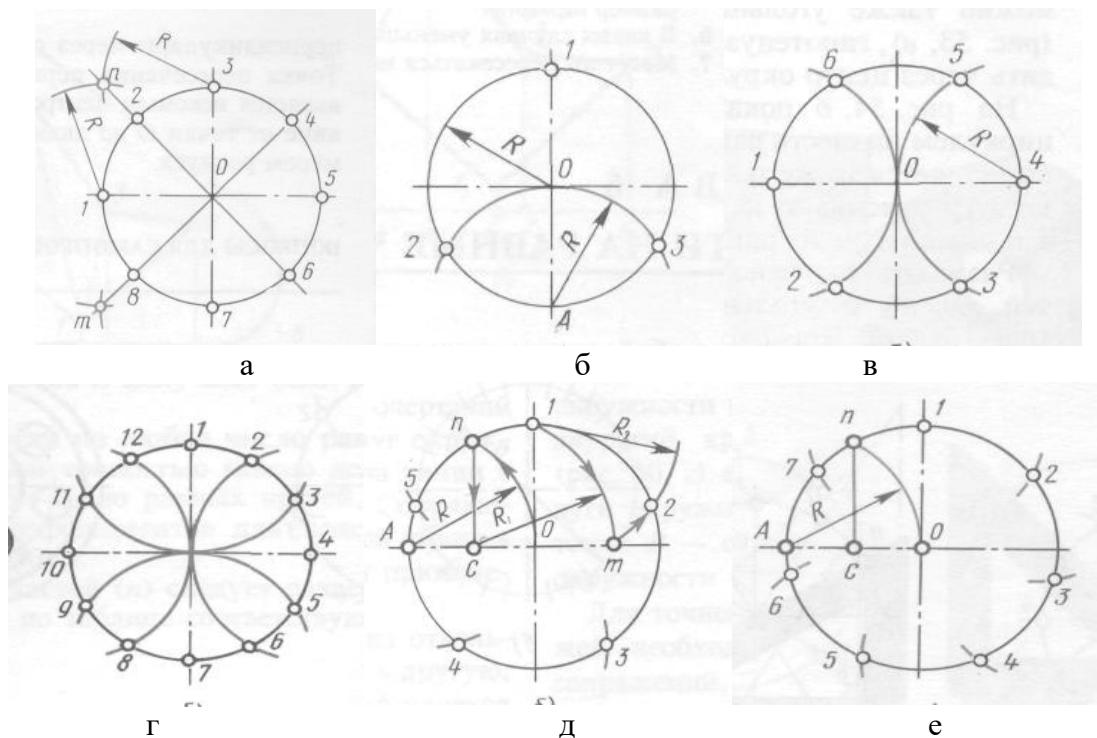

Рис. 25 – Деление окружностей на равные части
2) Далее делят прямой угол на 2 равные части (точки 2, 4, 6, 8) (рисунок 25 а).
1) Для нахождения точек, делящих окружность радиуса R на 3 равные части, достаточно из любой точки окружности, например точки A(1), провести дугу радиусом R. (т.2,3) (рисунок 25 б).
2) Описываем дуги R из точек 1 и 4 (рисунок 25в).
3) Описываем дуги 4 раза из точек 1, 4, 7, 10 (рисунок 25 г).
1) Из точки А радиусом R проводят дугу, которая пересекает окружность в точке п. Из точки п опускают перпендикуляр на горизонтальную осевую линию, получают точку С. Из точки С радиусом $R_1 = C1$, проводят дугу, которая пересекает горизонтальную осевую линию в точке m. Из точки 1 радиусом $R_2 = 1m$, проводят дугу, пересекающую окружность в точке 2. Дуга $12 = 1/5$ длины окружности. Точки 3, 4, 5 находят, откладывая циркулем отрезки, равные $m1$ (рисунок 25 д).
2) Из точки А проводим вспомогательную дугу радиусом R , которая пересекает окружность в точке п. Из нее опускаем перпендикуляр на горизонтальную осевую линию. Из точки 1 радиусом $R = пс$, делают по окружности 7 засечек и получают 7 искомых точек (рисунок 25 е).